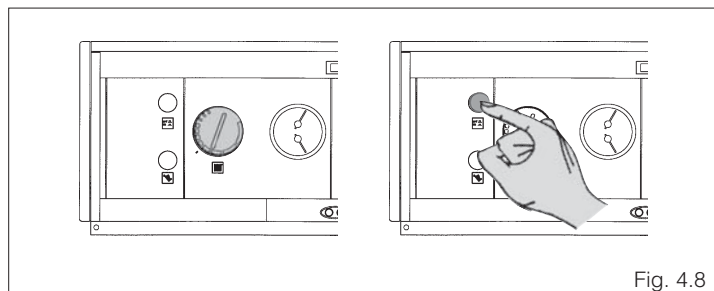

Fig. 4.8
- al modificar la calibración del termostato de la caldera (fig. 4.8)
- al accionar el interruptor principal del panel de mandos (fig. 4.8)